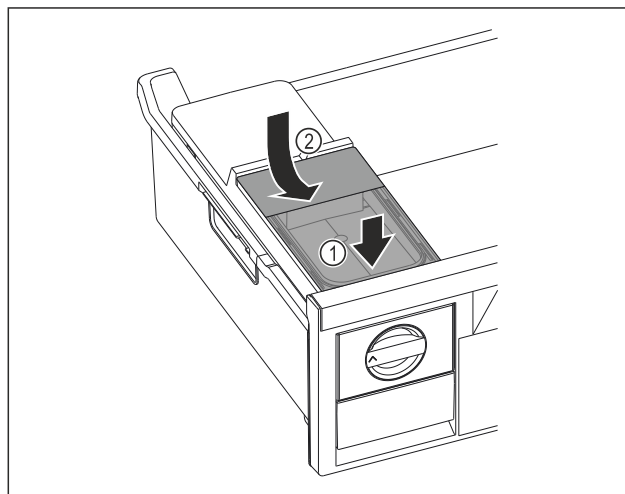

Fig. 81
- ▶ Zbiornik wody wsunąć od przodu. Fig. 81 (1)
- ▶ Zbiornik wody opuścić z tyłu. Fig. 81 (2)